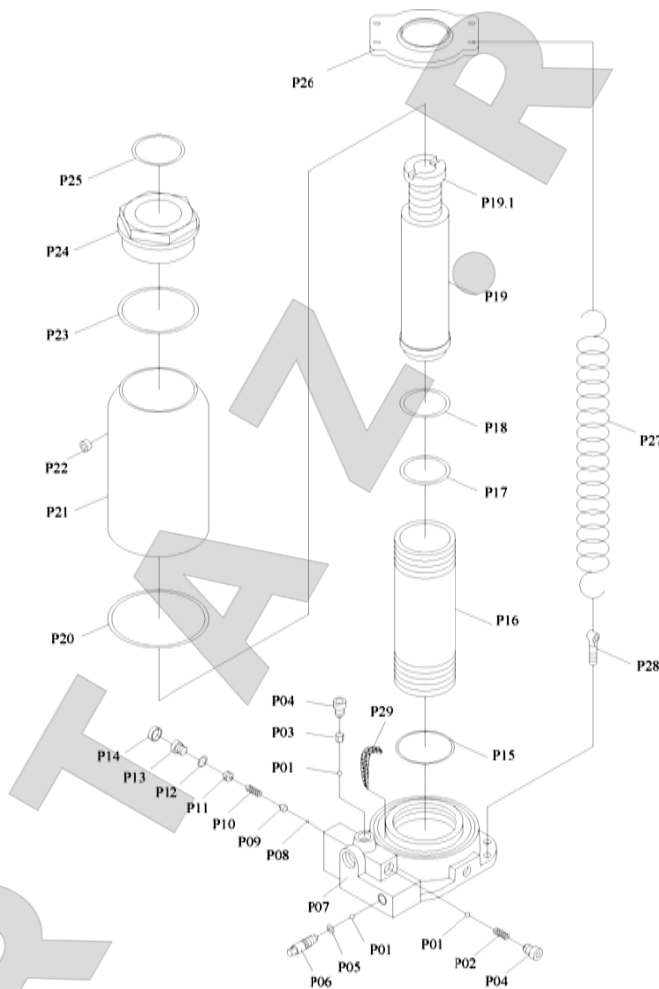

Рис. 3
- Путем вращения удлинительного винта (P19.1, рис. 3), установите нужную для работы высоту.
- Закройте клапан опускания, повернув маховик (31) по часовой стрелке до полного закрытия клапана.
- Отрегулируйте угол наклона рукоятки домкрата при помощи рычага (27) для установки домкрата на место и отрегулируйте высоту удлинителя (P19.1, рис. 3) так, как это необходимо.
- Соедините ниппель быстроразъемного соединения с клапаном быстроразъемного соединения линии подачи воздуха в мастерской. Откройте подачу воздуха при помощи рычага (34).
- МЕДЛЕННО и ОСТОРОЖНО опускайте груз, поворачивая маховик (31) против часовой стрелки минимальными шагами; затем уменьшите высоту удлинителя (P19, рис. 3), вращая его по часовой стрелке, как это необходимо. После полного опускания груза уберите домкрат.
3. Если производительность домкрата упала, необходимо удалить воздух из гидравлической системы. Для этого поверните маховик на 1-1/2 оборота против часовой стрелки и осторожно вытащите заглушку из резервуара с гидравлической жидкостью (P22), здесь и далее см. рис. 3. Подсоедините источник сжатого воздуха, откройте клапан подачи воздуха и поработайте с домкратом какое-то время. Затем тщательно закрутите маховик по часовой стрелке и проверьте уровень гидравлической жидкости. Если он недостаточен, заполните резервуар (P21) подходящей гидравлической жидкостью для домкратов, как описано в пункте 4 данного раздела, после чего верните заглушку на место.